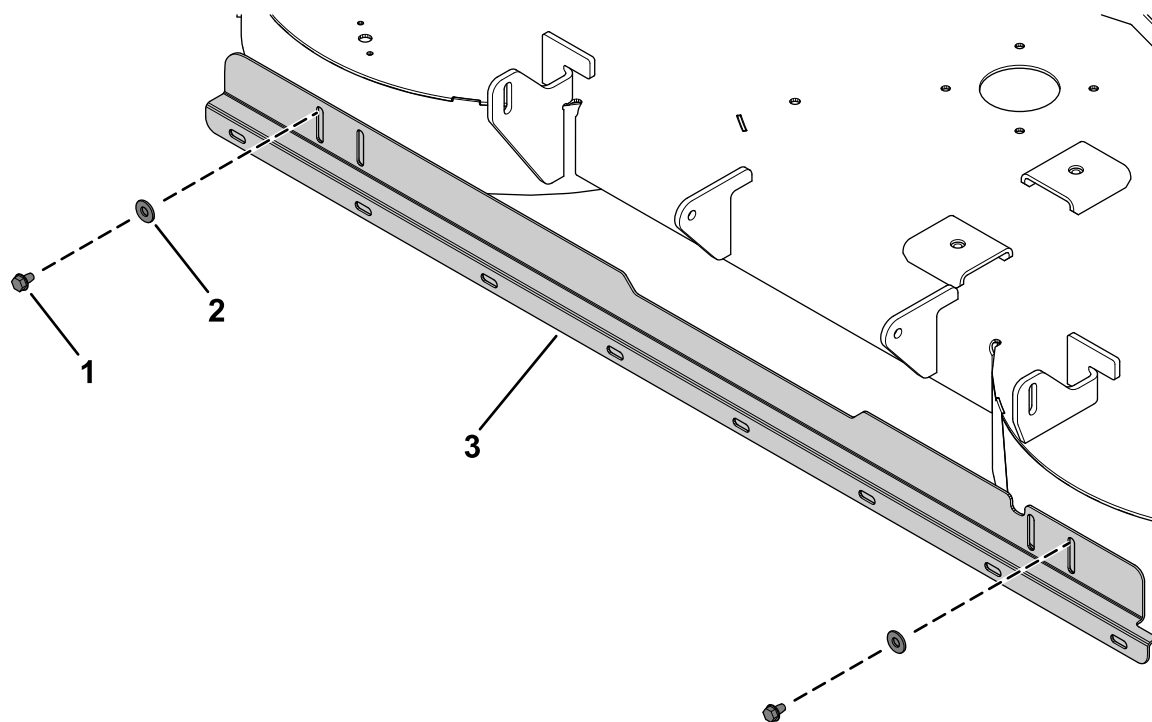

Figura 7
2. Sujete la pletina de sujeción a la carcasa de corte con los 2 tornillos con arandela prensada (5/16" x 1/2", autorroscantes) y 2 arandelas planas (5/16"), como se muestra en la Figura 7.